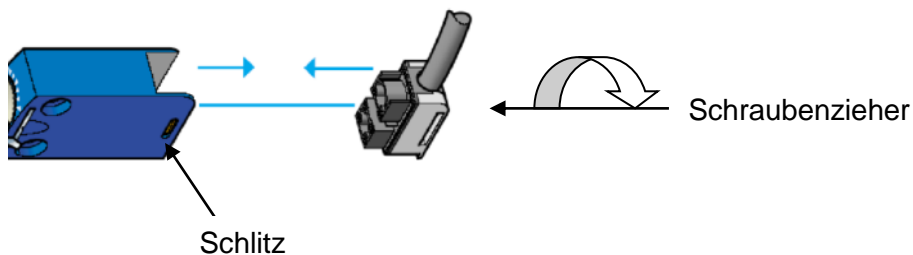

Bild 5.1
2. Zur leichteren Handhabung können die Stecker der Signalschalter Bild 5.1 entfernt werden. Entriegeln Sie den Stecker, indem Sie den Schraubenzieher hinter dem Stecker ansetzen, ihn mit einer Viertelumdrehung gegen den Uhrzeigersinn drehen und anschließend den Schraubenzieher in den seitlichen Schlitz einführen, um den Stecker zu lösen.